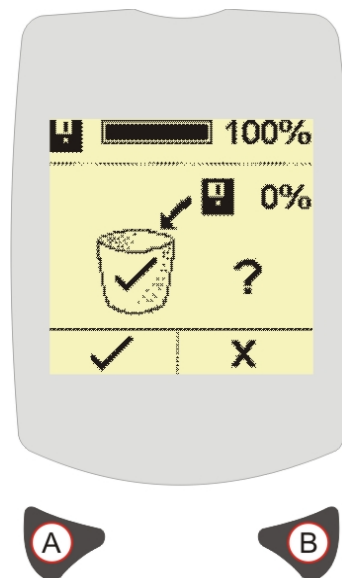

Figure 11 Écran de décharge de mémoire
Commencez par appuyer sur la touche droite (B) si vous avez l'intention de supprimer les données dans la mémoire. Puis appuyez sur la touche gauche (A) pour confirmer la suppression, comme indiqué ci-dessous dans la figure 11. Lorsque les données dans la mémoire ont été supprimées, l'écran indiquera 0 % et reviendra automatiquement à l'écran d'heure et de date.